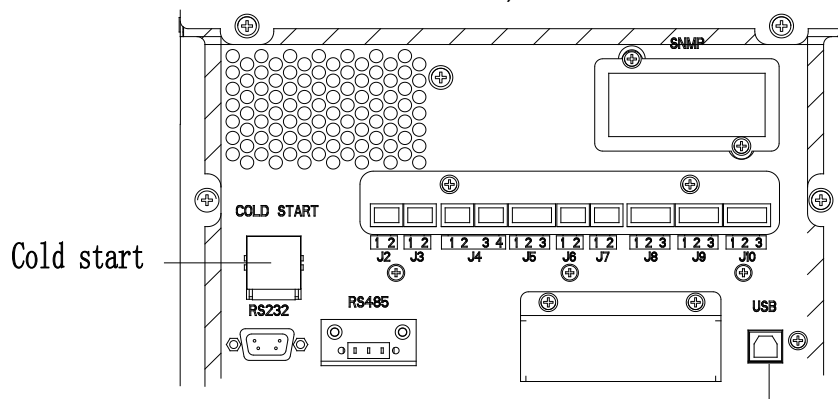

Abb.4-6 Position der Batteriekaltstarttaste
2. Drücken Sie die rote Taste für den Batteriekaltstart, siehe Abb.4-6.